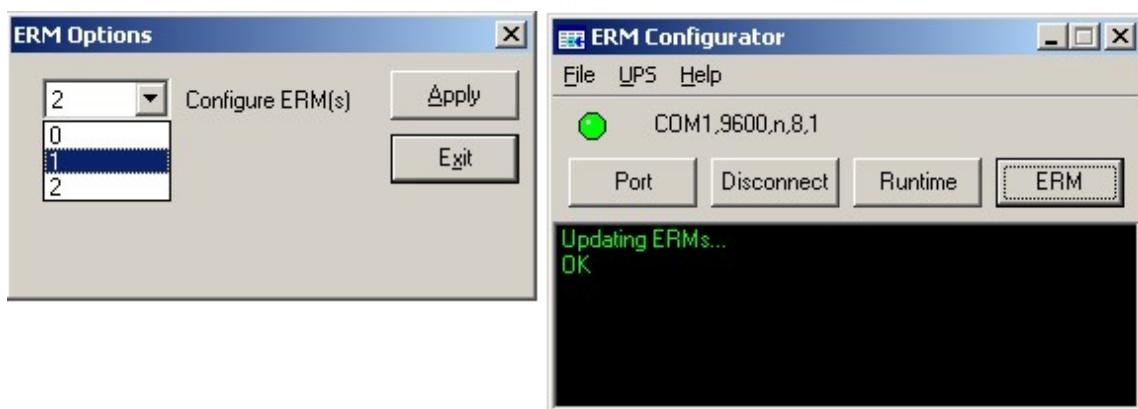

Рис. 6. Определение числа ВБМ.
- Нажмите кнопку «ERM» и выставите то число ВБМ, которое Вы подключили к ИБП («0» - означает, что ИБП имеет только внутренние батареи) (рис.6).